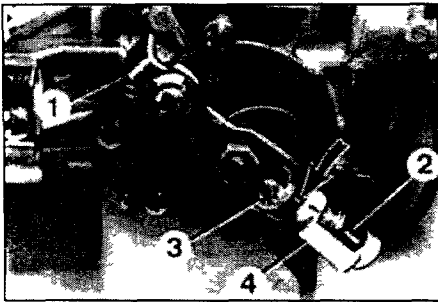

Рис. 4.25 Первоначальная регулировка рычага подсоса
25 Центр винта регулировки пусковых оборотов (2) должен находиться напротив отметки на кулачке, как указано стрелкой (рис. 4.25).